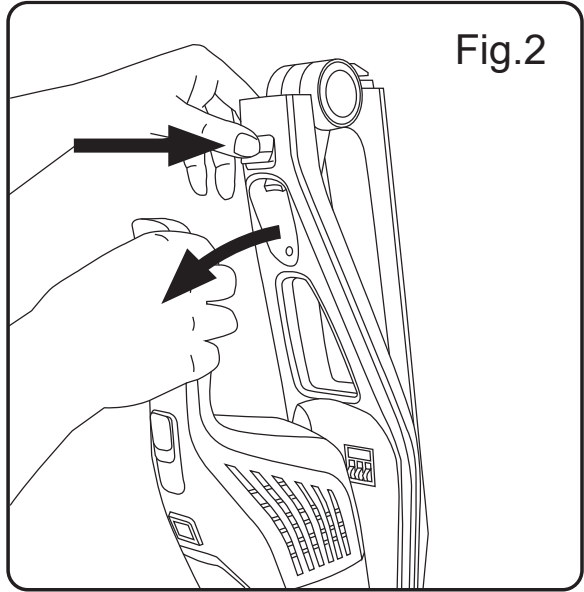

Fig.3
- Odkurzac ręczny jest tak zaprojektowany, aby pozwolić na zamocowanie następujących akcesoriów: (zastosować taką kombinację, która najlepiej się dostosowuje do potrzeb). (Fig.3)